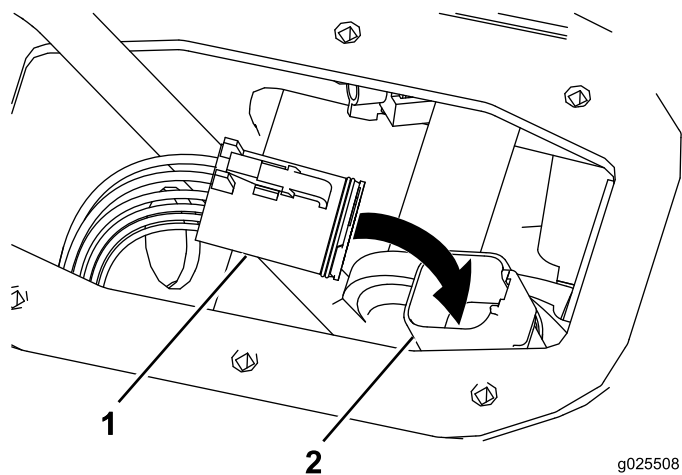

Figura 8
12. Inserite il cablaggio del connettore della macchina nel cablaggio dell'allarme di riserva (Figura 8).